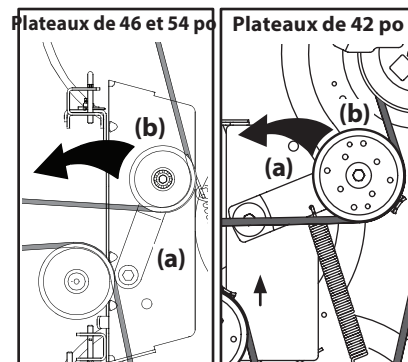

Figure 4-13
- b. Placez-vous à côté de l'appareil de façon à faire pivoter le support de la poulie de tension (a) et la poulie de tension (b) vers l'arrière jusqu'à ce que vous puissiez soulever la courroie en « V » par-dessus la poulie de tension (b). Voir Figure 4-13.